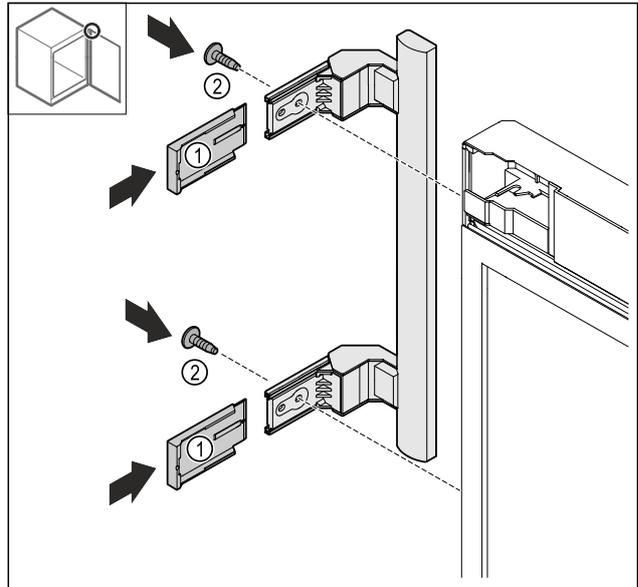

Fig. 26
- Užmaukite dengiamąsias plokšteles Fig. 26 (1).